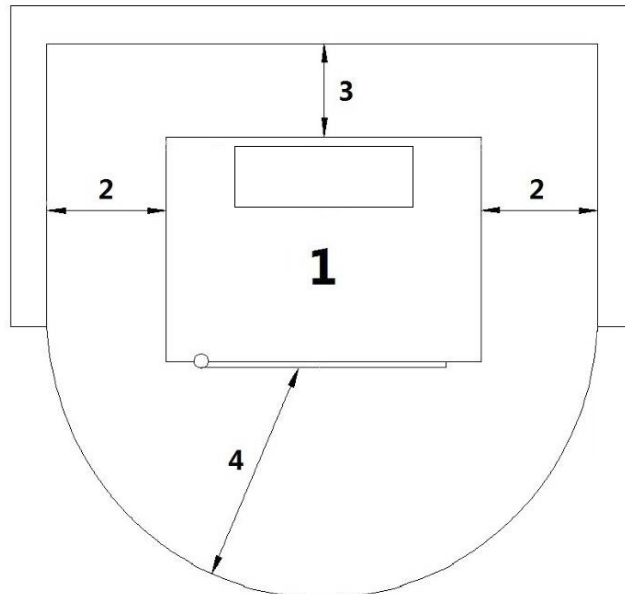

Fig. 13 - Installazione generica
LEGENDA	Fig. 13 a pag. 14
- È obbligatorio installare la stufa staccata da eventuali muri e/o mobili, con un giro d'aria minimo di 200 mm ai lati, di 200 mm sul retro, per consentire un efficace raffreddamento dell'apparecchio e una buona distribuzione del calore nell'ambiente (vedi **Fig. 13 a pag. 14**).
- Per le norme di sicurezza antincendio si devono rispettare le distanze da oggetti infiammabili o sensibili al calore (divani, mobili, rivestimenti in legno ecc...) come riportato in **Fig. 13 a pag. 14**.
- Se le pareti sono in materiale infiammabile, verificare le distanze di sicurezza (vedi **Fig. 13 a pag. 14**).